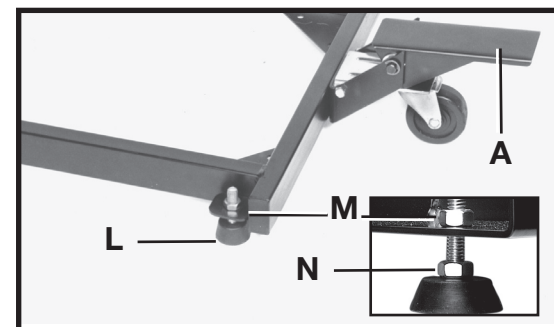

Fig. 6
3. La base móvil debe nivelarse con la superficie del piso cuando la palanca para pie (A) Fig. 6 esté en la posición elevada. Las dos patas de goma, una se muestra en (L) Fig. 6, debe estar en contacto con la superficie del piso. Para elevar o bajar cada pata de goma, afloje la tuerca hexagonal (M) y gire la tuerca (N) que se encuentra justo sobre el pie de goma, hacia arriba o abajo. Después de la regulación, ajuste la tuerca hexagonal (M).
IMPORTANTE: eleve la palanca para pie (A) Fig. 6 y asegúrese de que está en la posición de bloqueo antes de colocar la máquina en la base móvil.